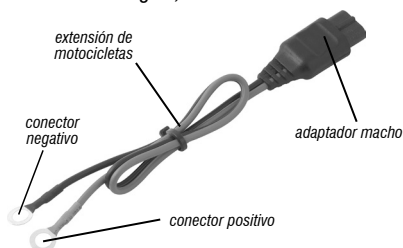

Fig. 8 – Extensión con conectores para motocicletas
1. Conecte la extensión de la motocicleta como se muestra en la Fig. 8;